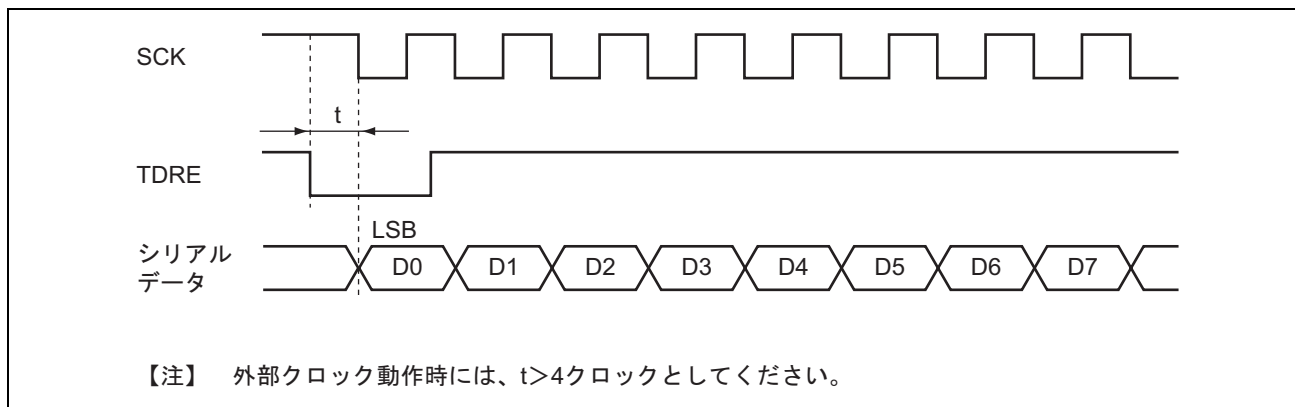

図 13.33 DTC によるクロック同期式送信時の例
1. 同期クロックに外部クロックソースを使用する場合、DTCによるTDRの更新後、Pφクロックで5クロック以上経過した後に送信クロックを入力してください。TDRの更新後4クロック以内に送信クロックを入力すると誤動作することがあります（図13.33参照）。